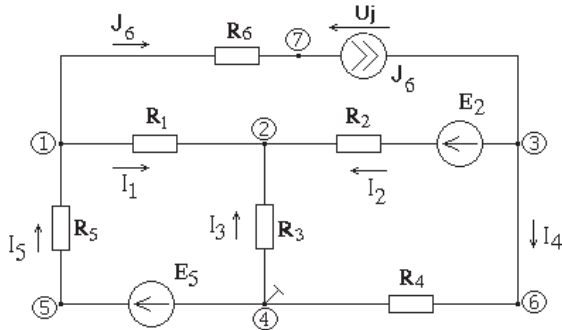

Рис. 3.1.1
В схеме – четыре узла. Потенциал одного из них принимаем равным нулю, или «заземляем». Пусть это будет узел ④, $\varphi_4 = 0$ (см. рисунок 3.1.1). Остается три неизвестных потенциала: $\varphi_1, \varphi_2, \varphi_3$. В общем виде система уравнений будет выглядеть так:
Мощность на сопротивлениях определяется по формуле $P_R = I^2 R$; мощность источника ЭДС $P_E = EI$, где I – ток, протекающий через источник ЭДС; мощность источника тока $P_J = U_J J$, где U_J – напряжение на источнике тока. Последняя величина не была до сих пор рассчитана. Найдём ее из уравнения 2-го закона Кирхгофа для 3-го контура (см. рисунок 3.1.1):